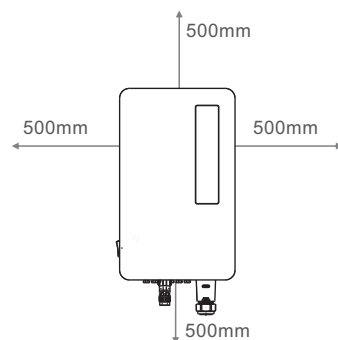

Figura 5.2 Espaço livre para a Montagem do inversor
- Quando vários inversores forem instalados no local, deve ser mantida uma distância mínima de 500mm entre cada inversor e qualquer outro equipamento montado. A parte inferior do inversor deve estar pelo menos 500mm acima do chão ou do piso (consulte a Figura 5.2).